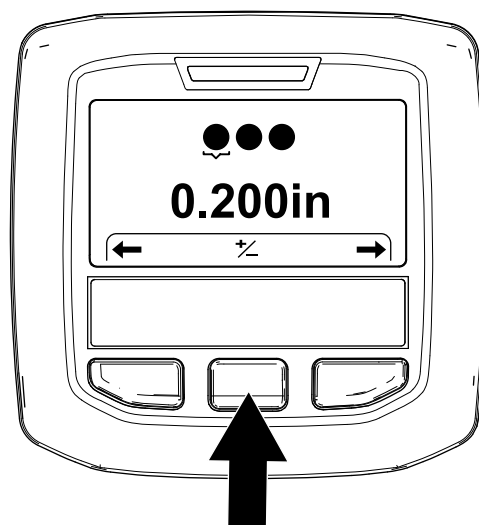

Figura 58
3. Premete il tasto destro dell'InfoCenter fino a quando non viene visualizzata la schermata Impostazione del diametro delle fustelle (Figura 58).